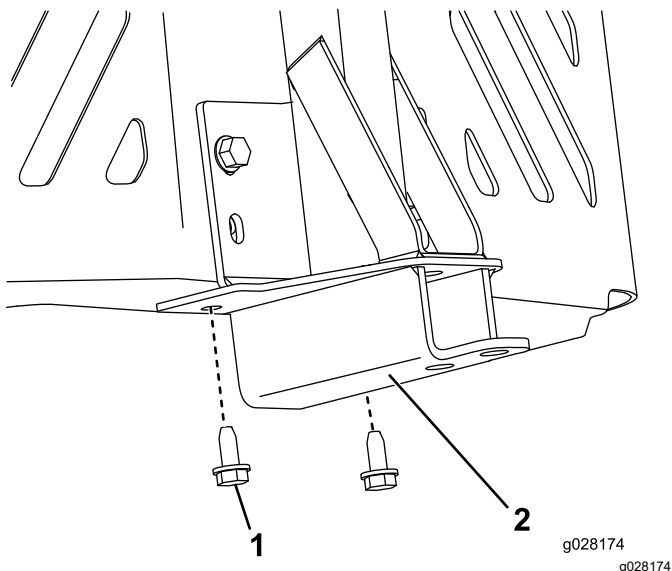

Figura 12
3. Sujete el bastidor de pivote a la parte inferior del bastidor de la máquina usando 2 tornillos autorroscantes (5/16" x 3/4"), según se muestra en Figura 12.